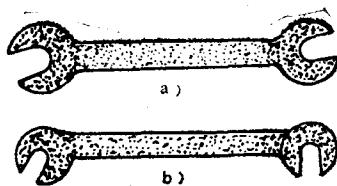

图 1-10 开口扳手
(1) 开口扳手 有双头和单头的两种，用来拆装一般标准规格的螺母和螺钉。这种扳手使用方便，可以直接插入或上下套入。为了在受限制的位置中容易扳动起见，扳手的开口和它的本体具有一个不同的角度（如图1-10），通常是 $15^{\circ}$ 、 $45^{\circ}$ 或 $90^{\circ}$ 角，借以增加扳手的旋转度。